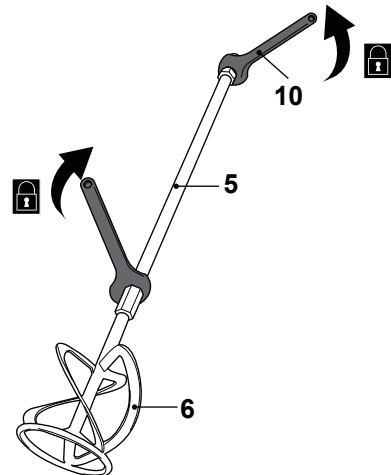

Fig. 2
>Fijar la tuerca soldada de la varilla (5) con una llave de montaje (10) y asegurar la paleta mezcladora (6) en el sentido de las agujas del reloj con otra llave de montaje (10) agarrando la tuerca soldada (Fig. 2).